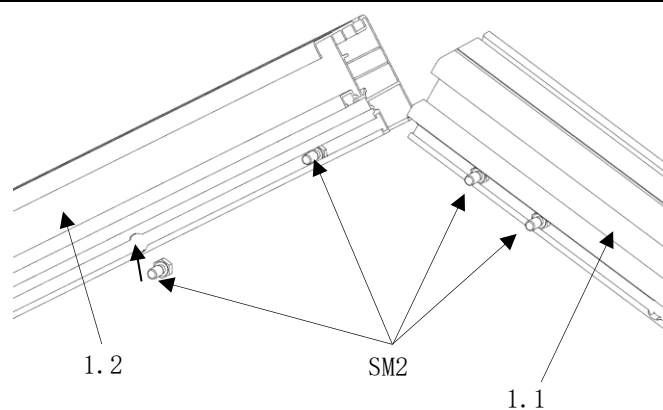

Abb. 15
- die beiden Ortgangprofile (Pos. 1.1/1.2) werden im First mit den 4x Sechskantschrauben (Pos. SM2) bestückt. (Abb. 15)